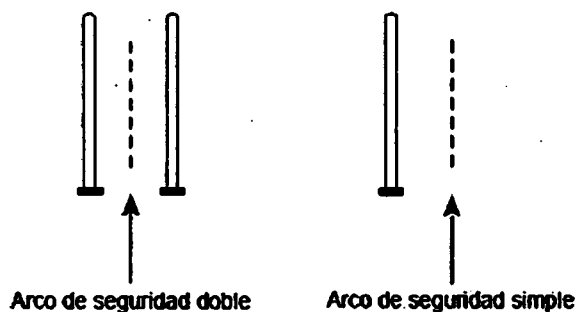

Figura 2. Cómo acercarse a las puertas de seguridad.
2. Si el paciente debe pasar por el dispositivo de seguridad, debe acercarse al centro del dispositivo y caminar normalmente (Figura 2).